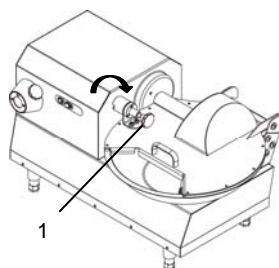

Fig. 6.3.10
- Ruotare il pomello di sblocco del coperchio in senso orario "1" Fig. 6.3.10.